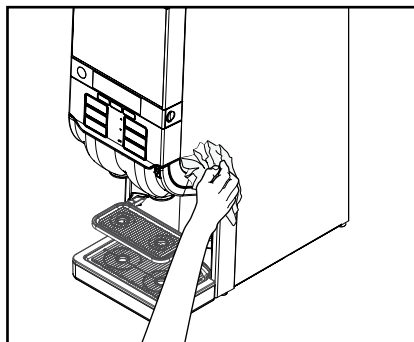

Рис. 33
6. Протереть наружные стенки автомата влажной чистой тряпкой. (Рис. 33)